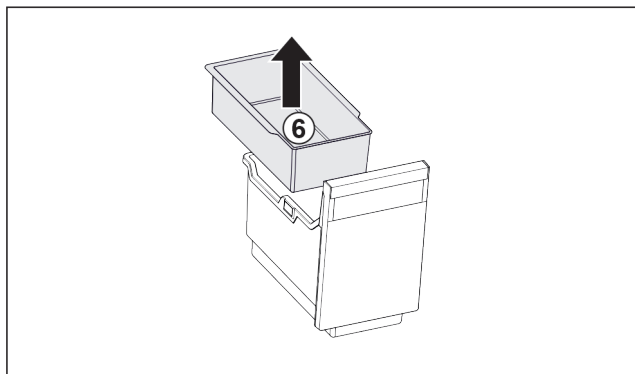

Fig. 119
- Vzemite ven Fig. 119 (6) obešalno skodelico.